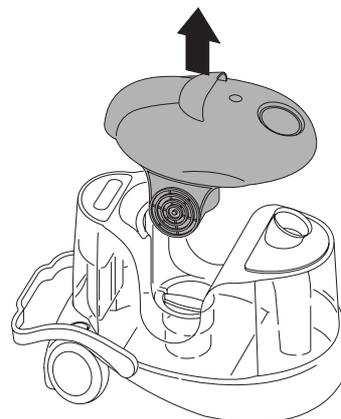

fig. 2
- Retirar a cabeça do motor **C** (fig. 2).